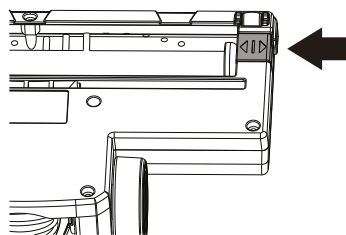

Рисунок 4
4. Опустите другой конец валика в паз, затем сдвиньте язычок назад влево, чтобы зафиксировать его на месте. (Рисунок 4)